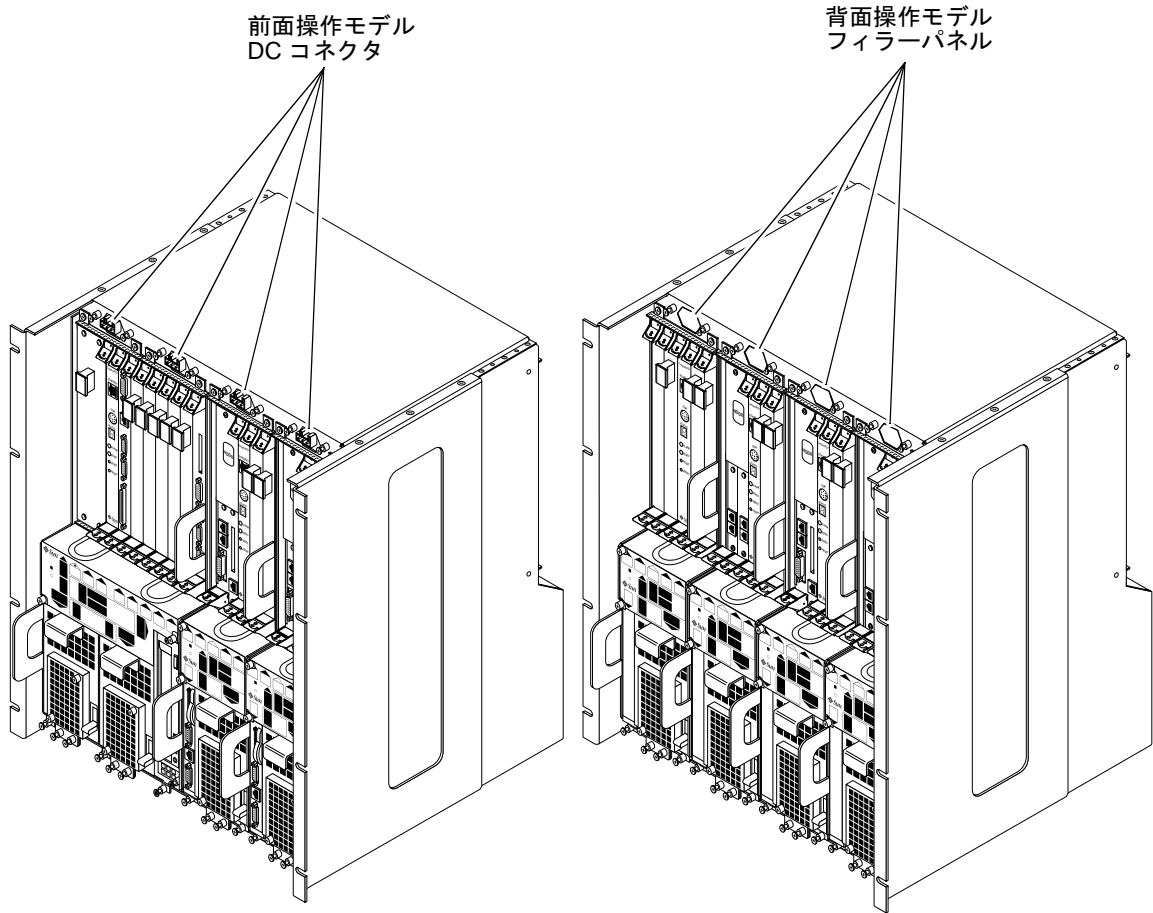

図 2-1 前面操作モデルと背面操作モデル
- シャーシの前面に DC コネクタがある場合は、前面操作モデル (図 2-1) です。
- シャーシの前面に DC コネクタがなく、通常 DC コネクタがある隙間が金属のフィルタープレートで埋められている場合は、背面操作モデル (図 2-1) です。背面操作モデルの場合、DC コネクタはシャーシの背面にあります。